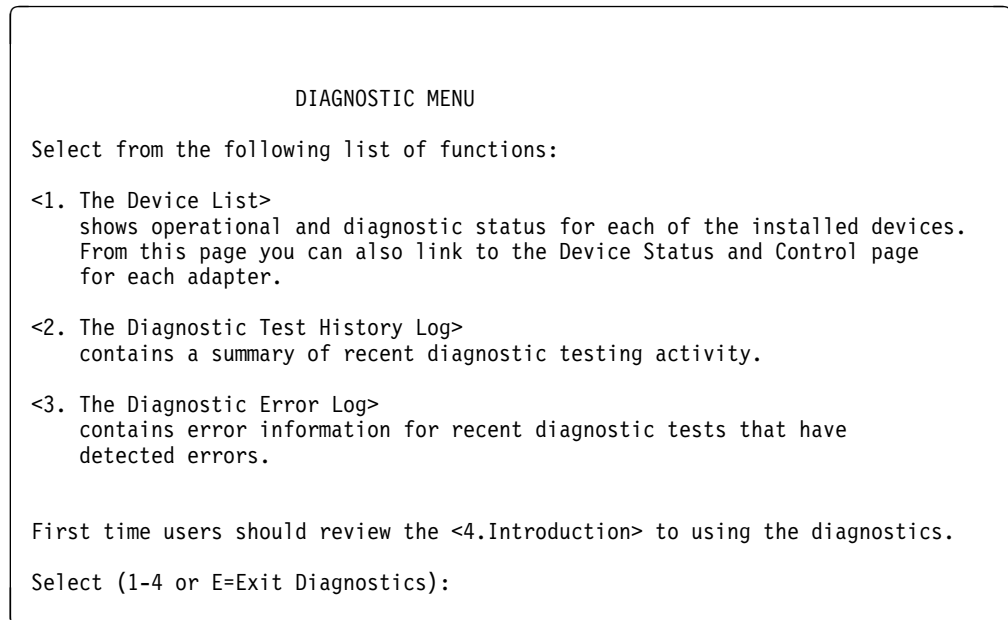

Figura 6-1. Menú principal de diagnóstico
2. Aparecerá el menú de diagnósticos, Diagnostic Menu, (Figura 6-1). Para efectuar su selección, teclee el número de su elección y pulse **Intro**.